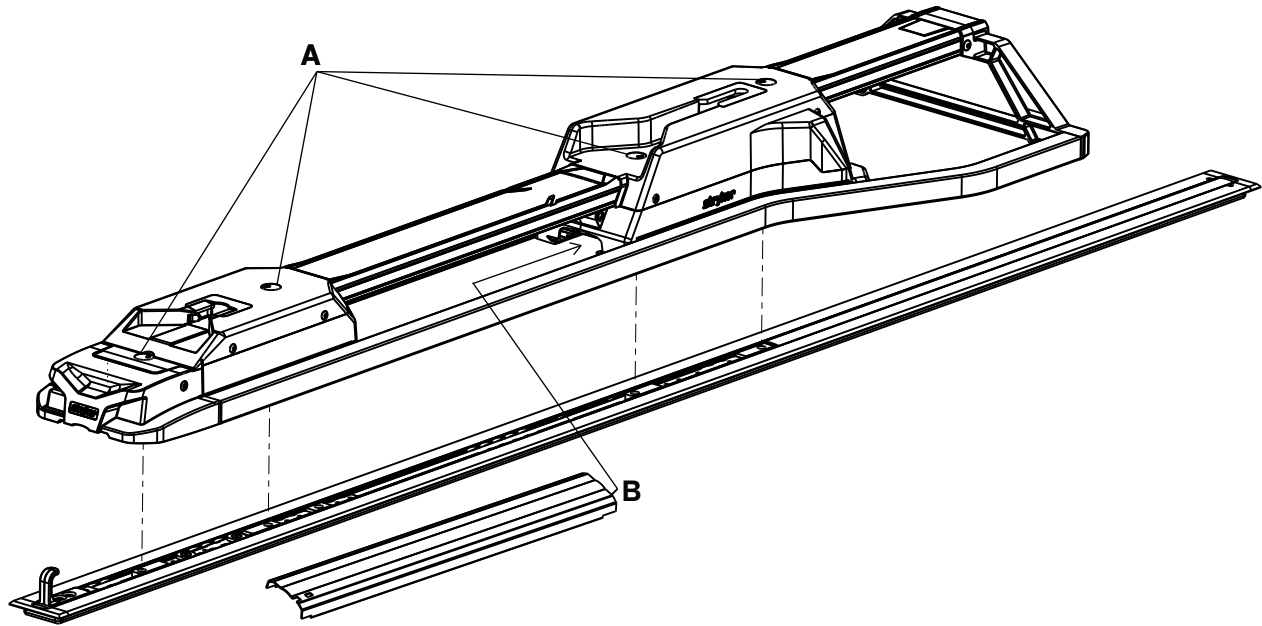

Figura 8 – Acople la sujeción
- Rote media vuelta las tapas giratorias (A) para acceder a los pernos de la placa de suelo fijados que se encuentran debajo de las tapas (Figura 8).
14. Con una llave hexagonal de 3/8" (9,5 mm), instale los otros tres pernos unidos a la placa de suelo (A) en las dos regletas de ajuste (Figura 8).
17. Inserte el lado que no tiene la muesca del conjunto de la cubierta central (6392-001-011) (B) en la abertura del alojamiento del extremo de la cabeza (Figura 8).
- _____ Con una llave de apriete, compruebe que los cuatro pernos de la placa de suelo fijados (A) estén apretados a 81 ± 14 Nm. (Figura 8).